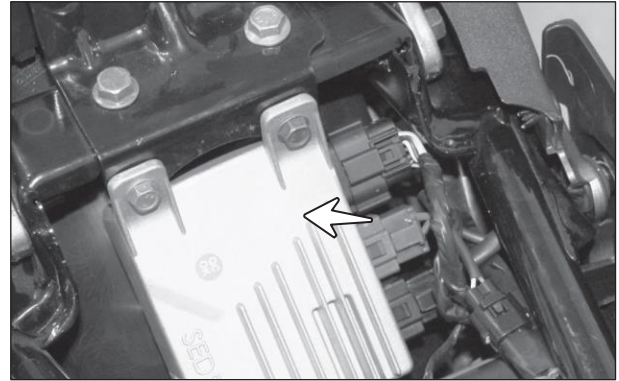

Fig. 5.24
- La unidad de control ISG está instalada en el bastidor en el lado central del vehículo debajo del conjunto del asiento, como se muestra. (Fig. 5.24) La unidad de control ISG es una combinación de: